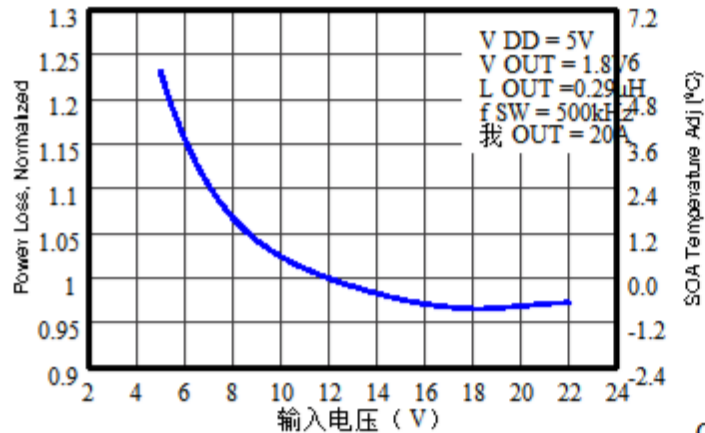

图9. 标准化功耗与输入电压的关系
- 输入电压的标准化功率损耗 ≈ 1.10 （图9）
- 输入电压的SOA调整 $\approx 2.5^\circ C$ （图9）